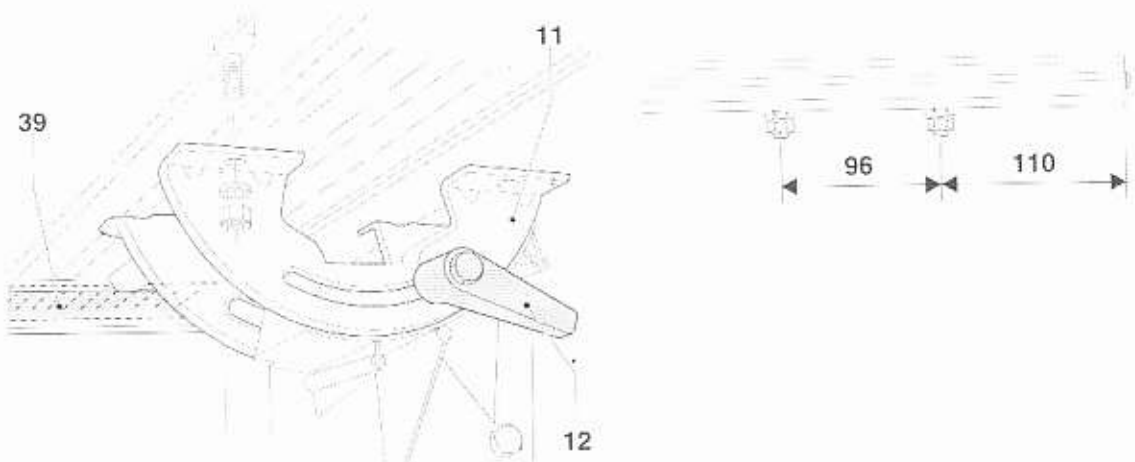

Figure D1
MONTAGE DE LA LAME DE SCIE À RUBAN (FIG. D1-D7)
1. Desserrez la bride de la table et déplacez la table à l'angle maximum. Utilisez une clé pour dévisser le boulon hexagonal fixant la porte. Cela désactivera immédiatement le micro-interrupteur (fig. D1).